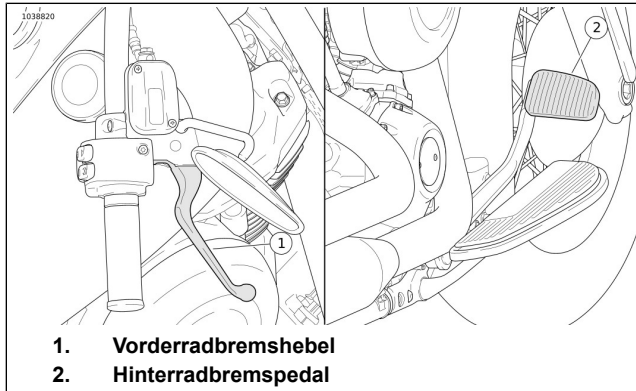

Abbildung 31. Bedienungselemente für Bremsen
Siehe Abbildung 31. Mit dem Vorderradbremshebel (1) wird die Vorderradbremse betätigt. Der Bremshebel befindet sich auf der rechten Lenkerseite. Den Handhebel mit den Fingern der rechten Hand betätigen.
Siehe Abbildung 31. Mit dem Hinterradbremspedal (2) wird die Hinterradbremse betätigt. Das Bremspedal befindet sich auf der rechten Seite. Das Hinterradbremspedal mit dem rechten Fuß betätigen.